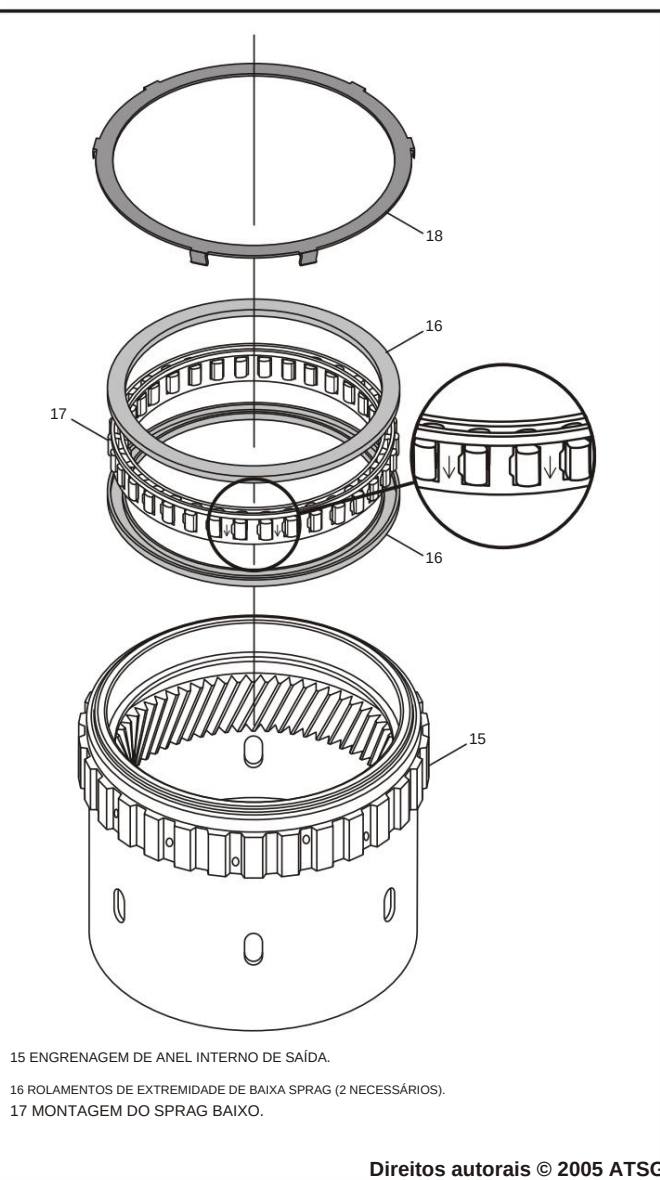

Figura 97
4. Coloque a coroa interna de saída em uma superfície de trabalho plana, conforme mostrado na Figura 97.
5. Instale um rolamento da extremidade inferior da mola na direção mostrada na Figura 97, até que esteja totalmente assentado.
6. Instale o conjunto da mola inferior no anel engrenagem de modo que as setas apontem para baixo, conforme mostrado na Figura 97.
7. Instale o segundo rolamento da extremidade inferior da mola na direção mostrada na Figura 97, até que esteja totalmente assentado.
8. Instale o retentor do conjunto da mola inferior encaixando-o sobre a borda da coroa, conforme mostrado na Figura 97.